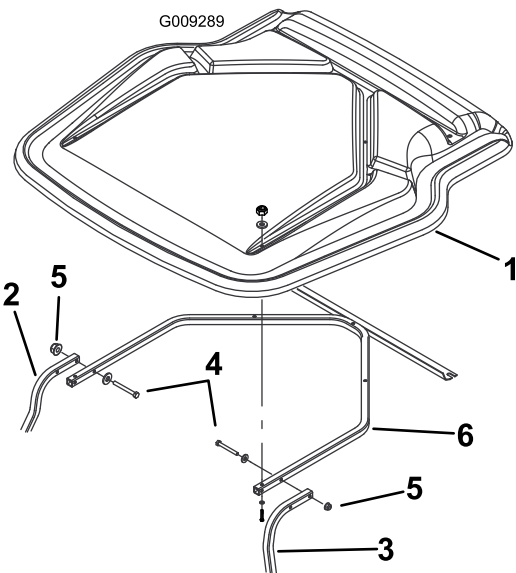

図 6
10. サポートフレームの上に日よけを載せて前サポートに仮止めするねじ 5/16 x 2-3/4 インチ 4 本、平ワッシャ 5/16 インチ 4 枚、フランジナット 5/16 インチ 4 個を使用して、図 6 のように取り付ける。
注 日よけサポートは日よけに仮止めされています 図 6。